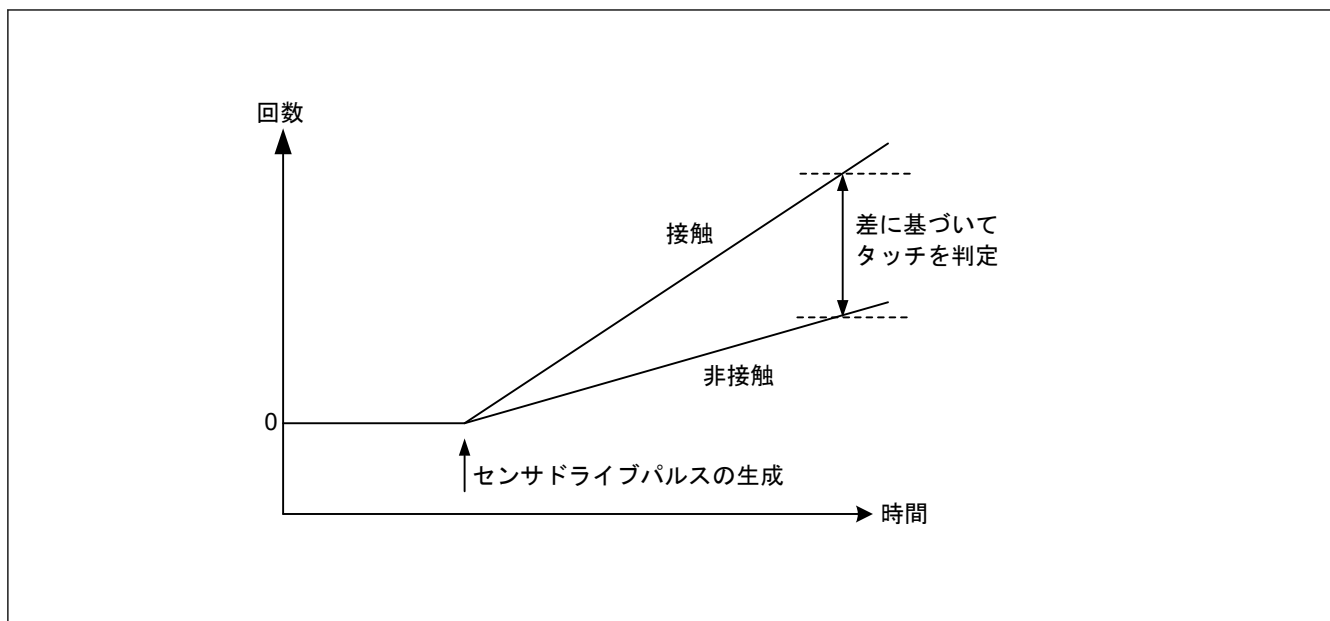

図 43.7 接触/非接触による計測値の変化
3. 充放電を切り替えることにより、スイッチドキャパシタフィルタに電流が流れます。この時点で指が接近していれば、容量および流れる電流が変化します。TSCAP 電源を生成する回路からスイッチドキャパシタフィルタに流れる電流に比例した制御電流を ICO に供給することで、クロックを生成します。カウンタは、指が接近しているかどうかにより変化するクロック周波数を計測します。ソフトウェアは、カウンタから読み出した値に基づき指の接触を判断します (図 43.7)。